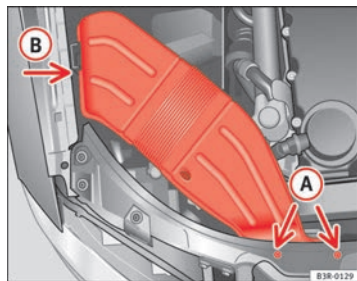

Fig. 204 Convogliatore dell'aria sul lato destro della vettura
- Svitare le viti **A** ⇒ fig. 204.